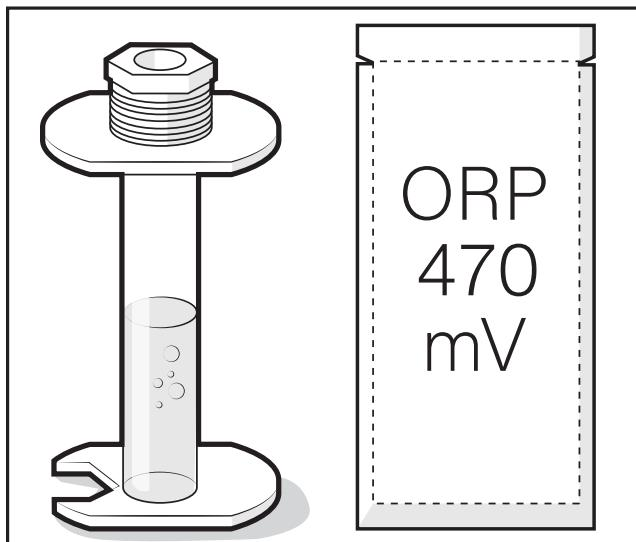

Figure 11. Remplir le tube de rangement à moitié
4. Remplir le tube de rangement à moitié avec la solution tampon rH 470, se reporter à la Figure 11.